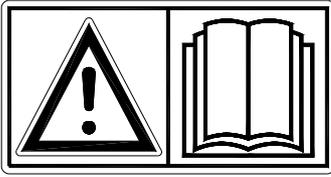

Abb. 1
**Lesen und verstehen** (Abb. 1) Sie die Betriebsanleitung, bevor Sie die Verti-Top Walk Behind in Betrieb nehmen.